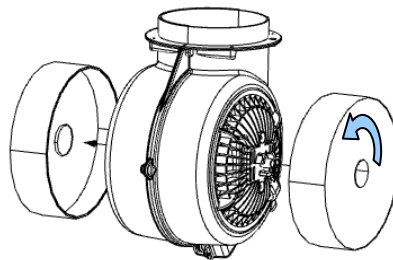

Abb. 10
6.2.1 Einbauen und tauschen des Aktivkohlefilters (Abb. 10)
- ⤴ Stecken Sie den Aktivkohlefilter auf den Motor und befestigen Sie diesen mit einer Vierteldrehung im Uhrzeigersinn per Bayonettverschluss (Abb. 10).